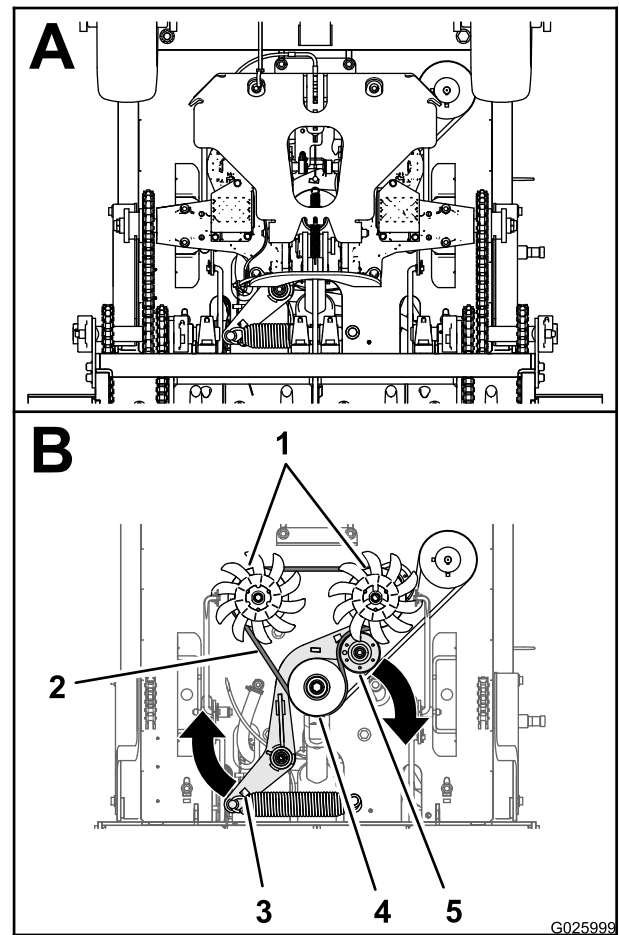

Figure 51
- Insérez une barre de levier dans le trou du support de tension de la courroie et déplacez le support vers l'extérieur et l'avant (Figure 51).
- Déchaussez la courroie d'entraînement de transmission des poulies du moteur, de tension et de transmission (Figure 51).
- Acheminez la nouvelle courroie d'entraînement de transmission autour des poulies du moteur, de tension et de transmission comme montré à la Figure 51
- Relâchez le support de tension de la courroie pour permettre au ressort de tendre la courroie (Figure 51).